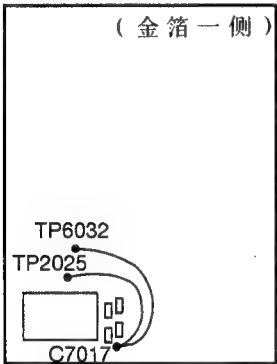

图 6-5-1 施加 + 5V 电压
3. 将 + 5V 电线连接至 TP2025 和 TP6032 (主印刷电路板的金箔一侧上)，然后施加 + 5V 电压 (图 6-5-1)。